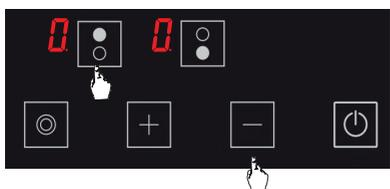

Figure 14
1. Appuyez sur la touche de sélection de plaque de cuisson supérieure () et sur la touche moins () simultanément, vous entendrez un court signal d'avertissement à ce moment-là. (voir Fig. 14) Puis, enlevez vos doigts du panneau de commande de la cuisinière.